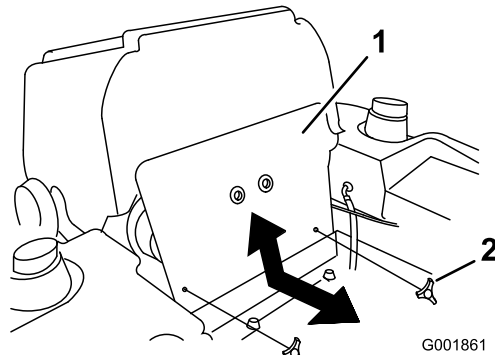

Figura 56
1. Inclíne el asiento hacia adelante y retire el panel delantero del motor (Figura 56).